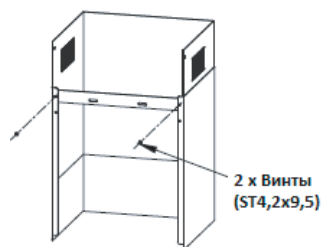

Рис. 7
5. Установите держатель воздуховода на воздуховоде при помощи винтов (ST4,2x9,5). (Рис. 7)